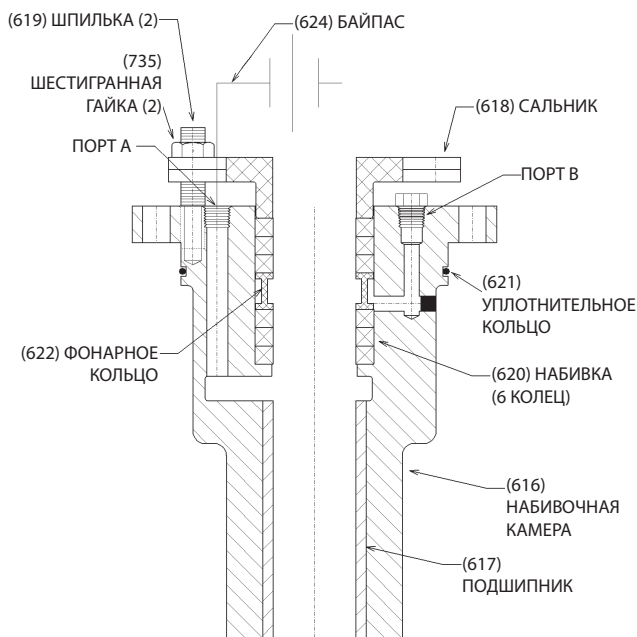

Рис. 7
1. (См. рис. 7). Смажьте резьбу трубы и нижнюю сторону фланца натяжной пластины резьбовым герметиком. Навинчивайте натяжную пластину (625) на патрубок оболочки вала (629) вручную до тех пор, пока ее плечо не будет установлено на нагнетательную часть.